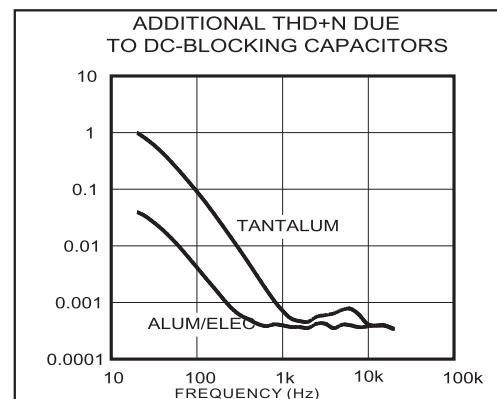

图3. 隔直流电容引起的失真
2) 随着电容值的变化以及电容两端电压的变化, 隔直流电容的电压系数会导致重建音频信号的失真。在低于 -3dB 频率以下的低频范围内, 容抗起主导作用, 电压系数表现为失真度随频率而变化。图 3 给出了两种不同电介质电容引入的 THD+N, 100Hz 以下的 THD+N 增加很快。